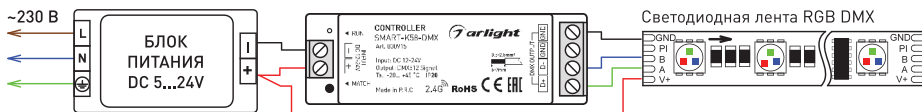

Рис. 1. Подключение контроллера SMART-K58-DMX и светодиодной ленты с DMX-управлением
- 3.2. Подключите контроллер согласно схеме, как показано на рис. 1 или 2.